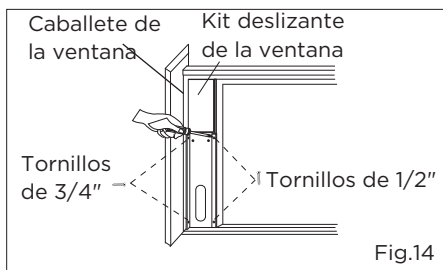

Fig.14
3. Cerrar el marco de la ventana con seguridad contra el kit deslizante de la ventana. (Fig.14)
4. Apretar los dos tornillos de 1/2\" para asegurar el kit deslizante de la ventana al marco de la ventana. (Fig.14)
5. Apretar los dos tornillos de 3/4\" para asegurar el kit deslizante de la ventana al caballete de la ventana. (Fig.14)